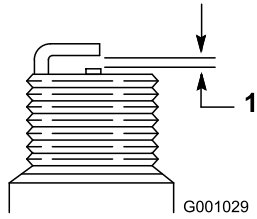

Figura 37
4. Ajuste el espacio entre los electrodos a 0.76 mm (0.030") si la bujía es nueva, como se muestra en la Figura 37.